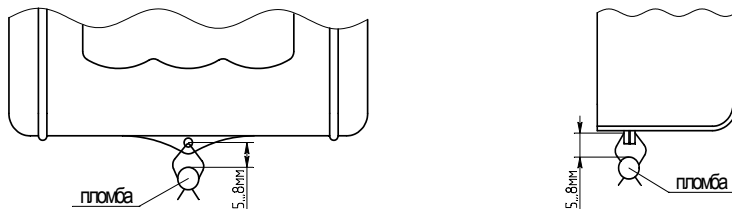

Рисунок 2
5.3 Конструкция извещателя предусматривает возможность его пломбирования(см. рисунок 2)..